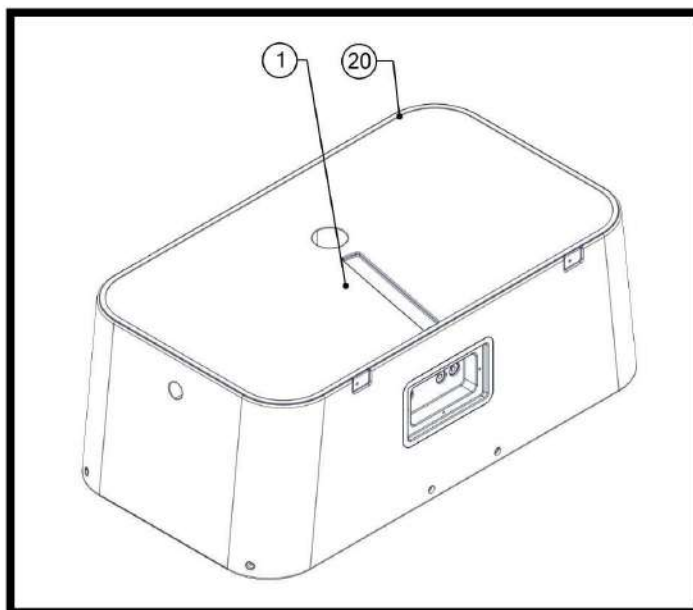

Рис. 3
1) Наклейте уплотнительную ленту поз. 20 по периметру нижней части поилки поз.1 как показано на рис.3.